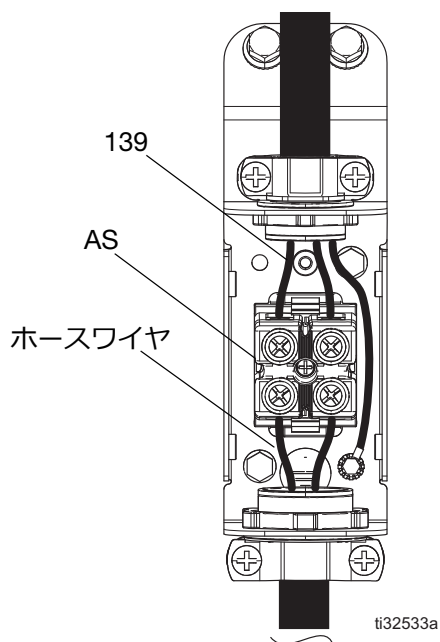

図 70
2. ボルト (68) を緩め、ドアを上を持ち上げて、電気ユニットのドア (173)を開きます。
3. 回路ブレーカー CB5 を OFF にし、ホース電気ジャンクションボックスの中のホース配線を取り外します。図 70、72 ページを参照してください。
- b. 導通が存在する場合、電気配線ボックスの中のホース配線を再度接続します。図 70、72 ページを参照してください。回路ブレーカー CB5 を ON にします。電気エンクロージャのドア (173)を閉めて、ボルト (68)を締め付けます。